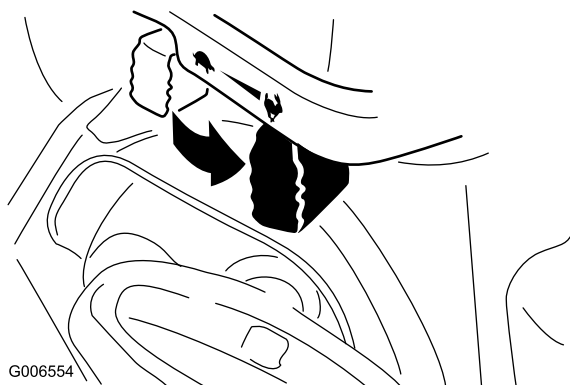

Рисунок 24
6. Переведите дроссельный кран в положение Fast (Быстро) (Рисунок 24).